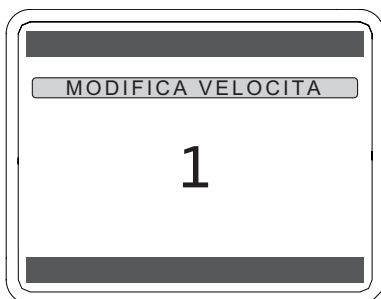

Figura 7.10
- Premere il tasto (✓) per confermare Figura 7.10.